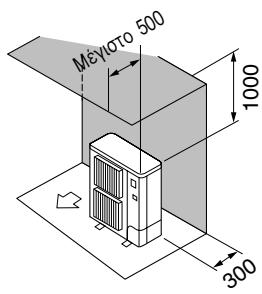

Fig. 2-3
② Εμπόδια στην πίσω και επάνω πλευρά μόνο (Fig. 2-3)